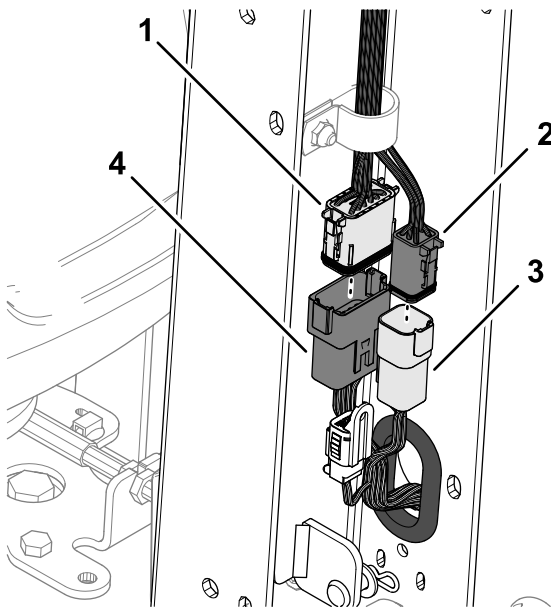

**Bild 8**
1. Führen Sie den 6-poligen Stecker und den 12-poligen Stecker des Maschinenkabelbaums durch die Tülle im Lenkerkanal (**Bild 8**).